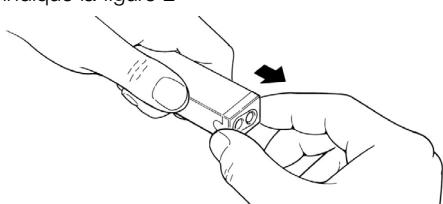

Fig. 2
- 3 Ouvrir le boîtier de RC2 en enlevant le "bouchon passe-câbles" comme l'indique la figure 2